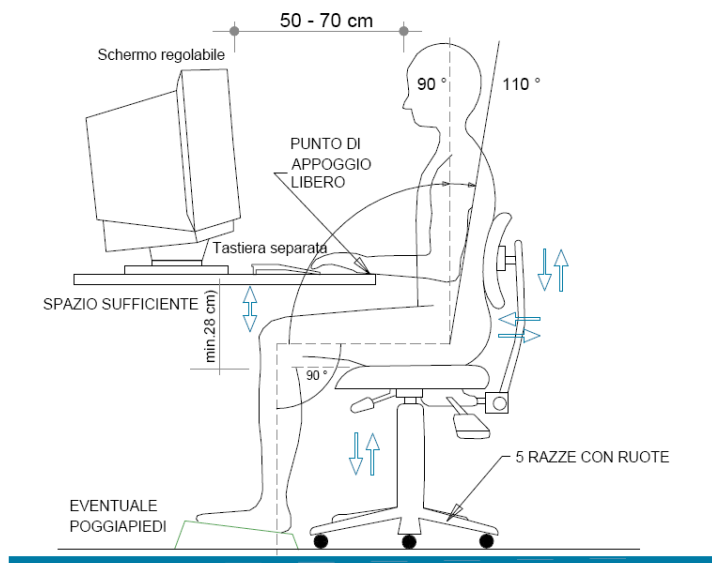

Figura 1 – POSTO DI LAVORO
Con riferimento alla figura 1, i lavoratori addetti dovranno:
- porre il monitor ad una distanza di circa 50-70 cm dagli occhi, regolando lo stesso in modo che sia leggermente più in basso dell'altezza degli occhi (vedi figura 1);